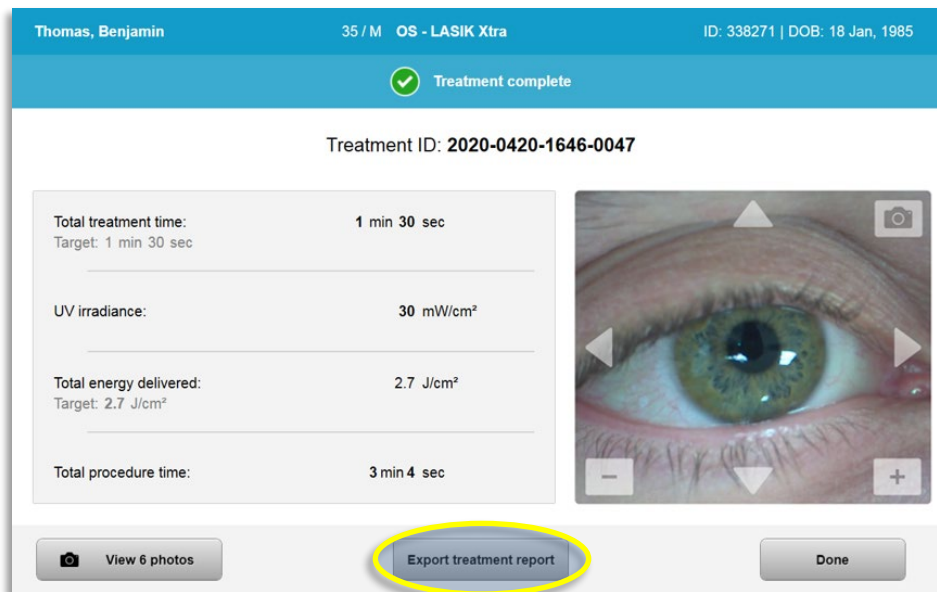

Figura 3-39. Exportación de informes de tratamiento
- o Seleccione "Exportar informe de tratamiento" (Export treatment report), como se muestra en la figura 3-39, para guardar el informe en una unidad USB.